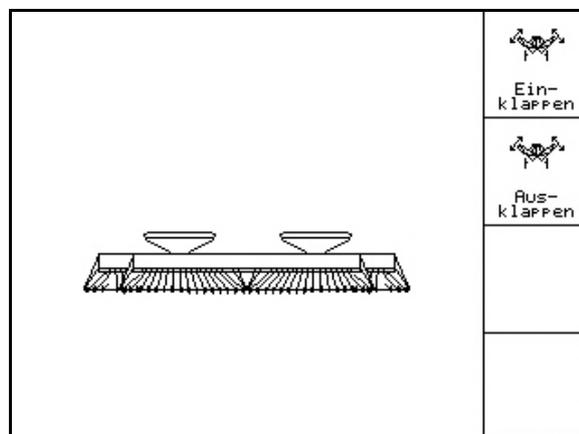

Рис. 56
- Выберите «Раскладывание» (Рис. 56).